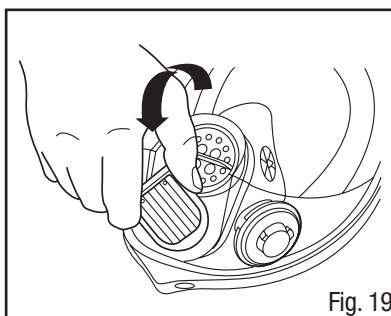

Fig. 19
2. Quite el ensamble de válvula de exhalación al girar en sentido contrario de las manecillas del reloj 1/4 de vuelta (Fig. 19).
3. Quite el ensamble de válvula de exhalación al girar en sentido contrario a las manecillas del reloj 1/4 de vuelta y quitar el puerto central del visor (Fig. 19).